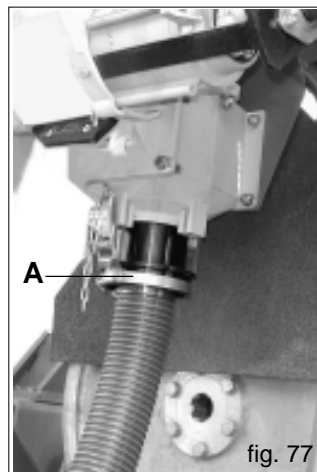

fig. 77
- b) Togliere la curva posta sotto il canale dell'iniettore, innestare nella medesima posizione il tubo di raccolta fornito in dotazione (A Fig. 77) ed al capo opposto del tubo posizionare un contenitore di raccolta, girare la ruota di trasmissione nel senso di marcia servendosi della manovella.